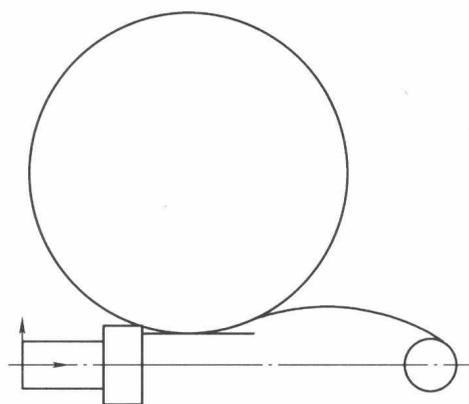

图 1-16 绘制 $R60\text{mm}$ 圆弧
4) 单击主菜单中的【绘图】→【圆弧】，或者操作【绘图工具】工具栏里的【基本曲线】功能，在【立即菜单】中单击【圆弧】命令，以“两点 + 半径”方式绘制 $R60\text{mm}$ 圆弧（分别与 $SR7\text{mm}$ 和 $R42\text{mm}$ 圆弧相切），如图 1-16 所示。